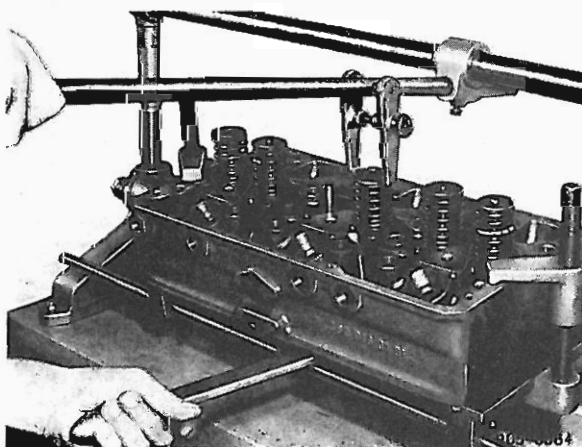

Bild 1
- 3 Druckstange in Hebelauge einführen und Ventilteller niederdrücken, dabei mit dem Gegenhalter das Ventil festhalten (Bild 1).